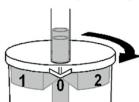

Abb. 2
- For normal sugning skal du dreje glasset, indtil pilen på låget peger på en åben position ("0") (Fig. 2)